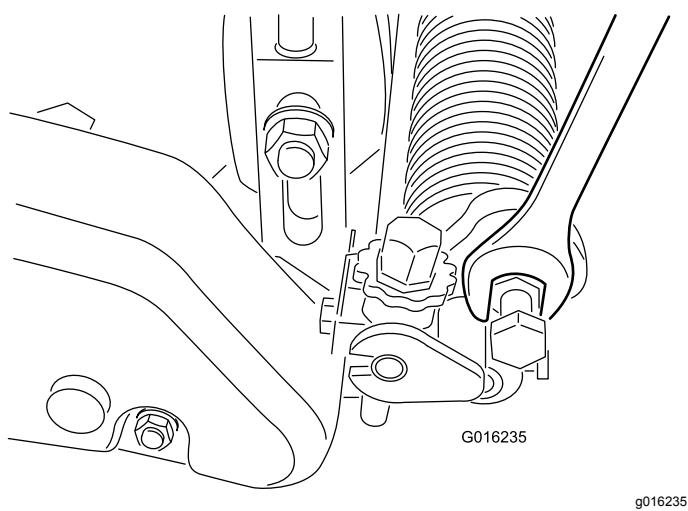

Рисунок 24
- B. Поверните рычаги вверх или вниз в положение А или В (Рисунок 24).